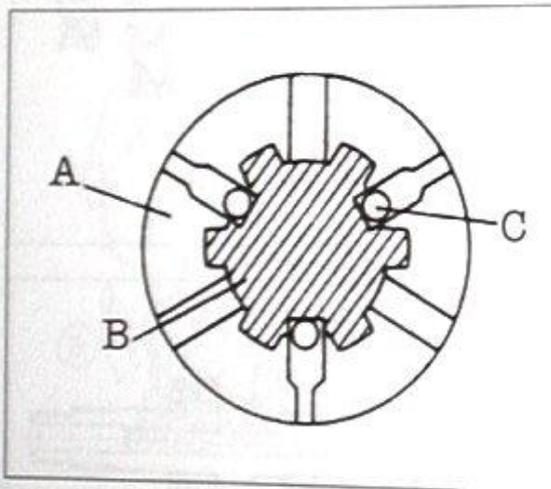

Bild 218
- Fixierringe einschieben und Fixierstifte auf Gehäusenutte ausrichten (Bild 218).